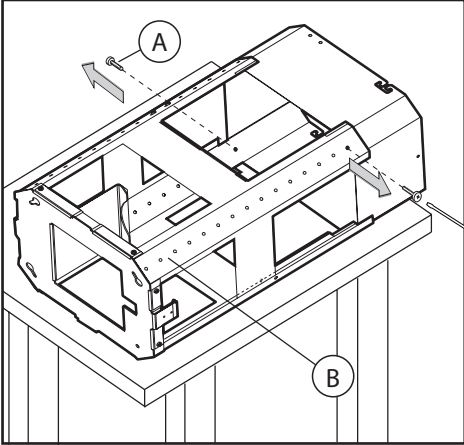

Fig.2
-Prendere la struttura dall'imballo e togliere le 2 viti **A** per separare la parte superiore da quella inferiore (**Fig.2**).